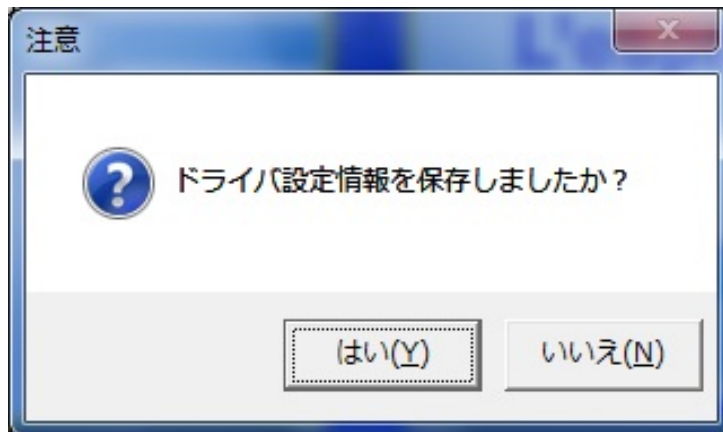

図 4.1 アンインストール ドライブ設定情報保存確認画面
アンインストール起動直後に図 4.1 が表示されます。既にドライブ設定情報を保存している場合は、「はい (Y)」をクリックしてください。ドライブ情報を保存していない場合は、「いいえ (N)」をクリックして、アンインストール作業を中止させてください。